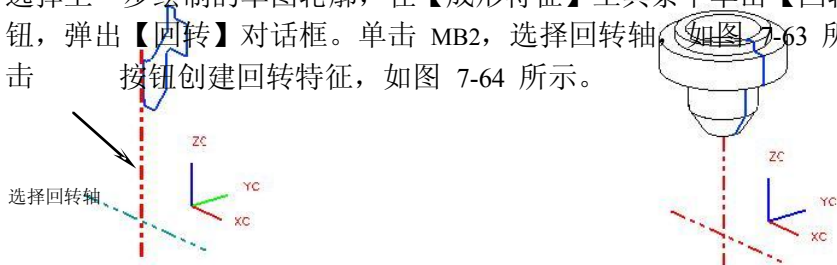

图 7-63
6. 选择上一步绘制的草图轮廓，在【成形特征】工具条中单击【回转】按钮，弹出【回转】对话框。单击 MB2，选择回转轴，如图 7-63 所示，然后单击按钮创建回转特征，如图 7-64 所示。